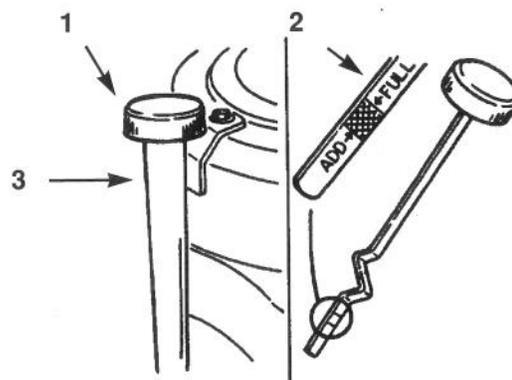

Figure 17
3. Nettoyer la surface autour de la jauge d'huile (Fig. 17) pour éliminer les saletés qui pourraient tomber dans le trou de remplissage et endommager le moteur.
4. Dévisser la jauge et essuyer la tige sur un chiffon propre (Fig. 17).
5. Revisser la jauge à fond dans le tube de remplissage (Fig. 17), puis la retirer à nouveau et vérifier le niveau sur la tige. Si le niveau est bas, verser doucement suffisamment d'huile dans le tube de remplissage pour atteindre la marque FULL (PLEIN).
7. Verser lentement 80% approx. de la quantité d'huile spécifiée dans le trou de remplissage (Fig. 17). Contrôler alors le niveau d'huile; se reporter à la section "Contrôle du niveau d'huile", page 19.